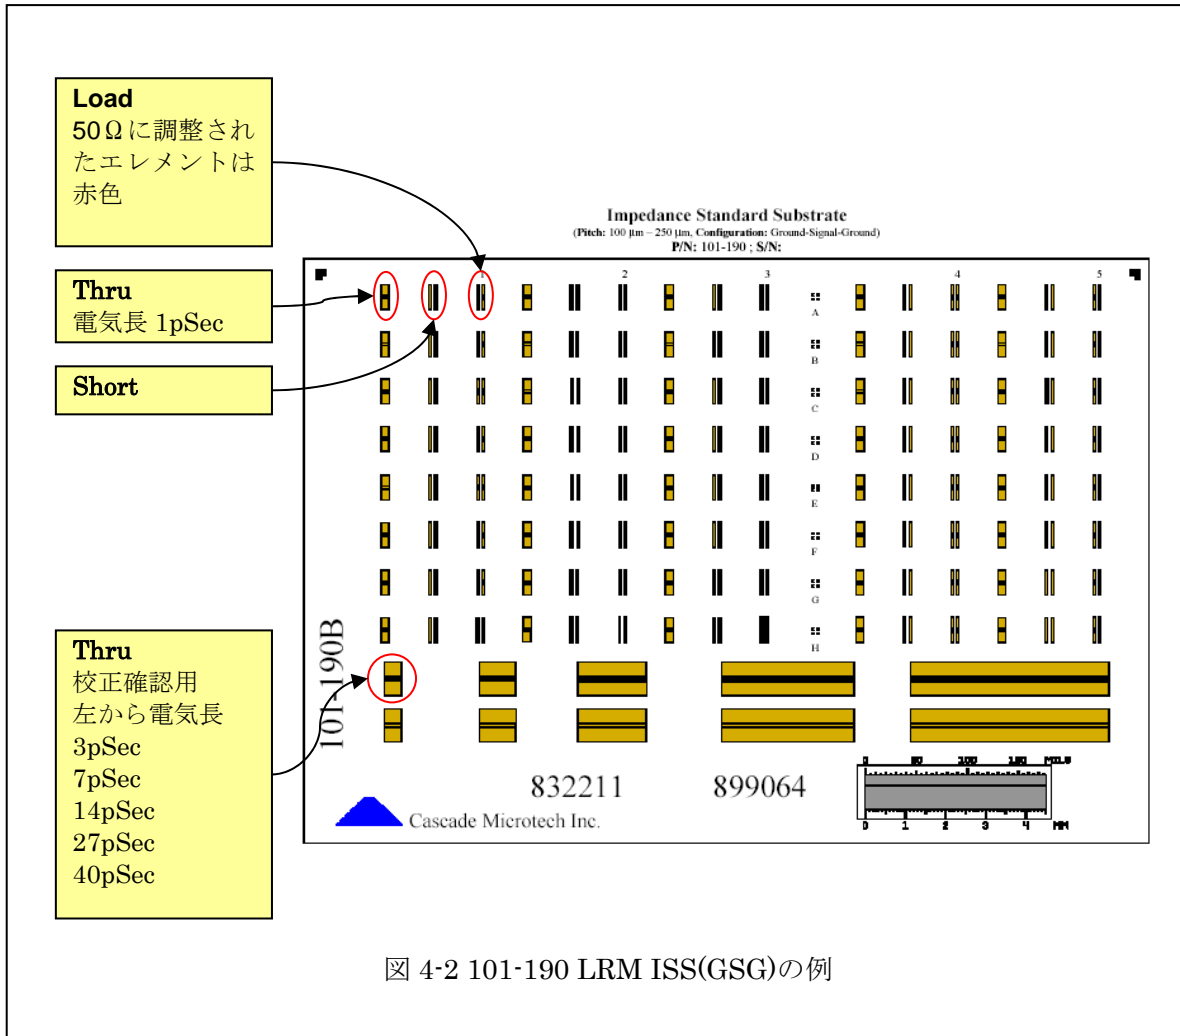

図 4-2 101-190 LRM ISS(GSG)の例
ISS (図 4-1) は 16mm x 22mm 程のアルミナ基板で、その上にショート、ロード、スルーの基準が形成されています (図 4-2)。オープンは、プローブ・ヘッドを基板面から 250 μ m 以上上げた状態で実現されます。ロード基準は、50 Ω \pm 0.3% (DC) に調整されており、
ISS と共に供給される ISS の図(図 4-2)にその位置が赤で示されています。ISS は、プローブ・ヘッドの構成 (GS/SG、GSG 等) とピッチにより、数種類が用意されています (表 4-1)。